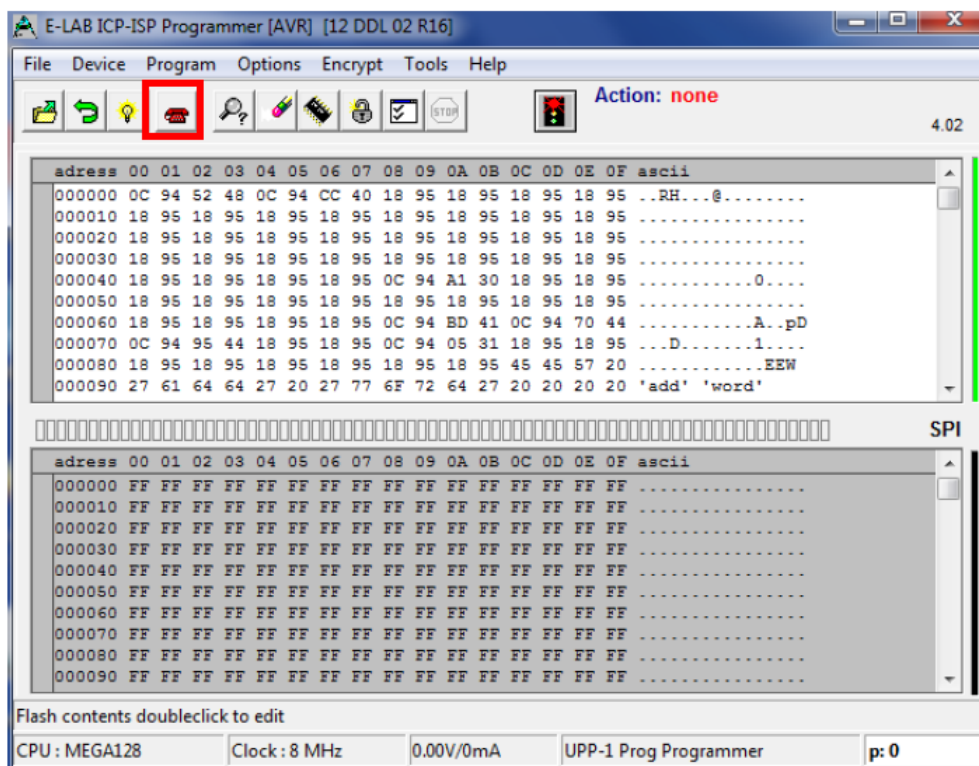

Рисунок 11
2.2.9 Чтобы загрузить файлы встроенного ПО в программатор E-LAB, нажмите на красный символ телефона на панели значков сверху (рисунок 11).